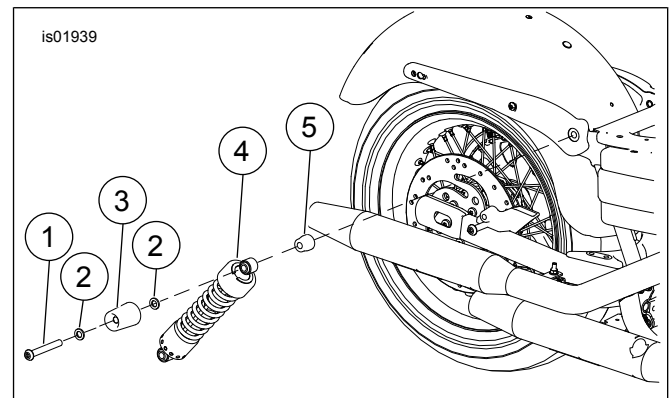

Figure 1. Déposer l'amortisseur arrière de série
1. Voir la Figure 1. Retirer les boulons de montage d'amortisseur supérieurs (1) et inférieurs. Jeter tous les boulons, l'entretoise d'amortisseur de série (5), toutes les rondelles (2) utilisées avec le boulon d'amortisseur supérieur, et jeter le couvercle d'amortisseur chromé supérieur (3) des modèles équipés de couvercles d'amortisseur supérieur.